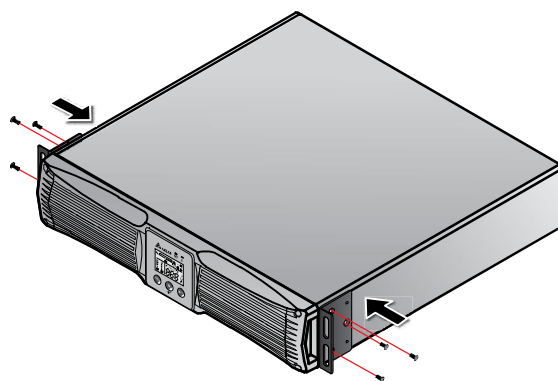

Рис. 3-1. Прикрепите монтажные уголки
- 1) Прикрепите уголки к расположенным по бокам ИБП отверстиям. См. *Рис. 3-1*.